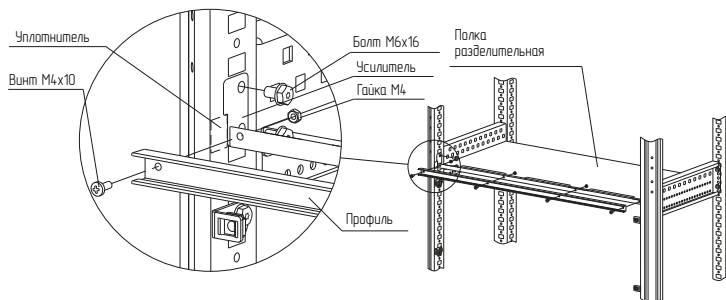

Рисунок 2
4.1.3 Установить усилитель между стойками каркаса (рисунок 2) и закрепить болтами самонарезающими М6×16, момент затяжки – 7 Н·м. При установке совместно с полкой
разделительной, усилитель надеть на переднюю часть полки. Наклеить уплотнитель (рисунок 2) и прикрепить профиль к усилителю комплектом винтов M4×10 и гаек M4 с моментом затяжки – 1,5 Н·м.